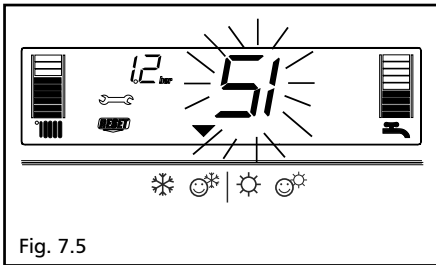

Fig. 7.5
3) Visualizzazione delle icone e (fig. 7.5)